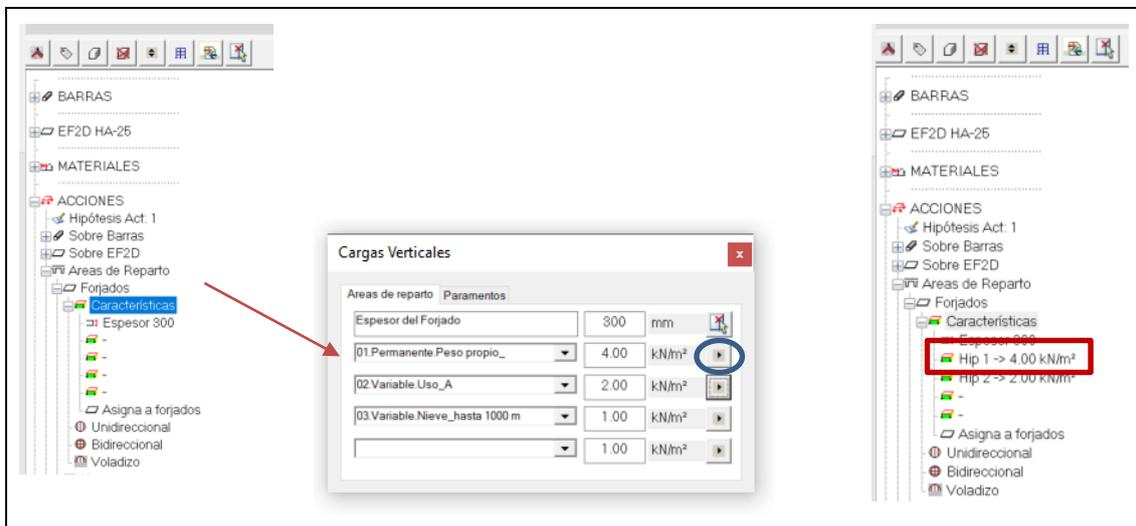

Figura 4. Características de las áreas de reparto tipo FORJADO
Para definir el valor de estas cargas se debe abrir el cuadro de diálogo "características" (iluminado en azul en la figura 4), pulsando dos veces el botón derecho del ratón sobre el comando "características" del menú de Architrave®.
Este comando abre un menú desplegable (figura 4) en el que se pueden elegir las siguientes opciones:
2. Las acciones para cada una de las Hipótesis. En el primer menú desplegable se elige la hipótesis. En la celda contigua se introduce el valor de la carga en kN/m². Para que el programa tenga en cuenta dicho valor, es preciso pulsar la flecha rodeada con un círculo azul en la figura 4.
Los valores "enviados" tras pulsar las flechas correspondientes, aparecen en el menú, justo debajo de la orden características (recuadrada en rojo, en el menú de la izquierda de la figura 4.